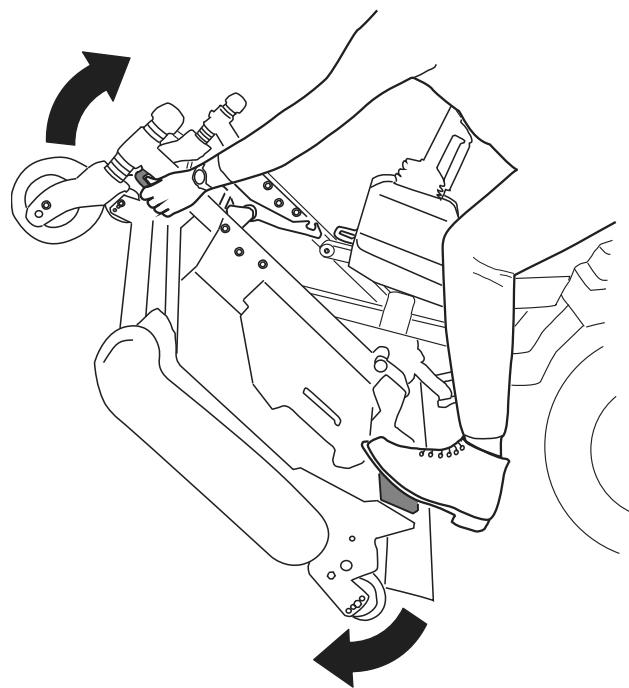
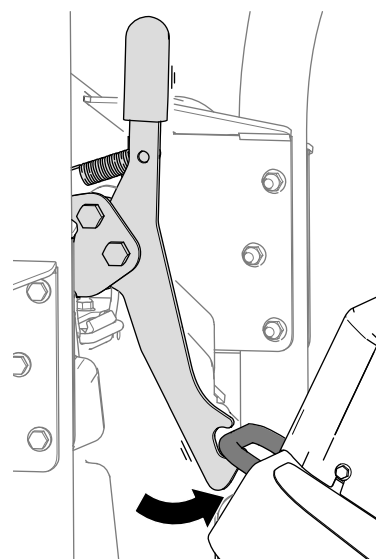

Figura 32
Figura 33
5. Gire la unidad de corte (Figura 32) hasta que el cierre se enganche en el soporte de amarre (Figura 33).
1. Desenganche el cierre de la unidad de corte del soporte de amarre (Figura 34) girando la unidad de corte ligeramente hacia adelante (consulte Figura 32) y tirando hacia adelante de la palanca del cierre.